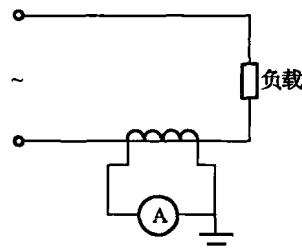

图 1-16 用电流互感器扩大量程
(4) 在测量数值较大的交流电流时,交流电流表常借助于电流互感器来扩大其量程。如图 1-16 所示。
(5) 选择电流表时,要考虑表的量程。一般使指针指在刻度尺的 $2/3$ 左右位置,此时准确度较高。如不明被测电流的大小,可从较大量程试测,以免过载而烧毁仪表。
(6) 为提高测量的准确度,应尽量采用内阻较小的电流表。